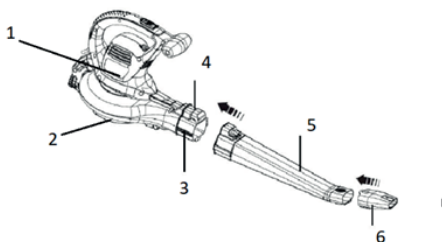

Рисунок 3. Схема складання виробу для роботи у режимі видування.
1. З'єднати насадку для видування з концентратором повітровидувальної насадки (рис. 3).
2. Встановити насадку для видування до спрацьовування пружного фіксатора (рис. 3).
3. Перевірити, щоб кришка герметизації була закрита і зафіксована маховичком блокування (рис. 3).
4. Для від'єднання насадки видування натиснути на пружний фіксатор (4, рис. 3) та від'єднати насадку для видування).